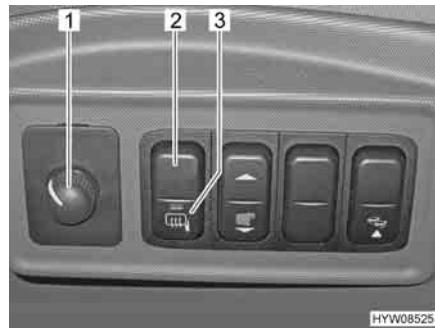

Fig. 24 Interruttore per gli specchietti esterni a regolazione elettrica
- Selezionare lo specchietto da impostare. A tal fine premere l'interruttore girevole (Fig. 24,1) verso sinistra oppure verso destra.
- Premendo l'interruttore (Fig. 24,1) regolare lo specchietto nella posizione corrispondente.
- Premere l'interruttore (Fig. 24,2). La spia rossa di controllo (Fig. 24,3) nell'interruttore indica il funzionamento.